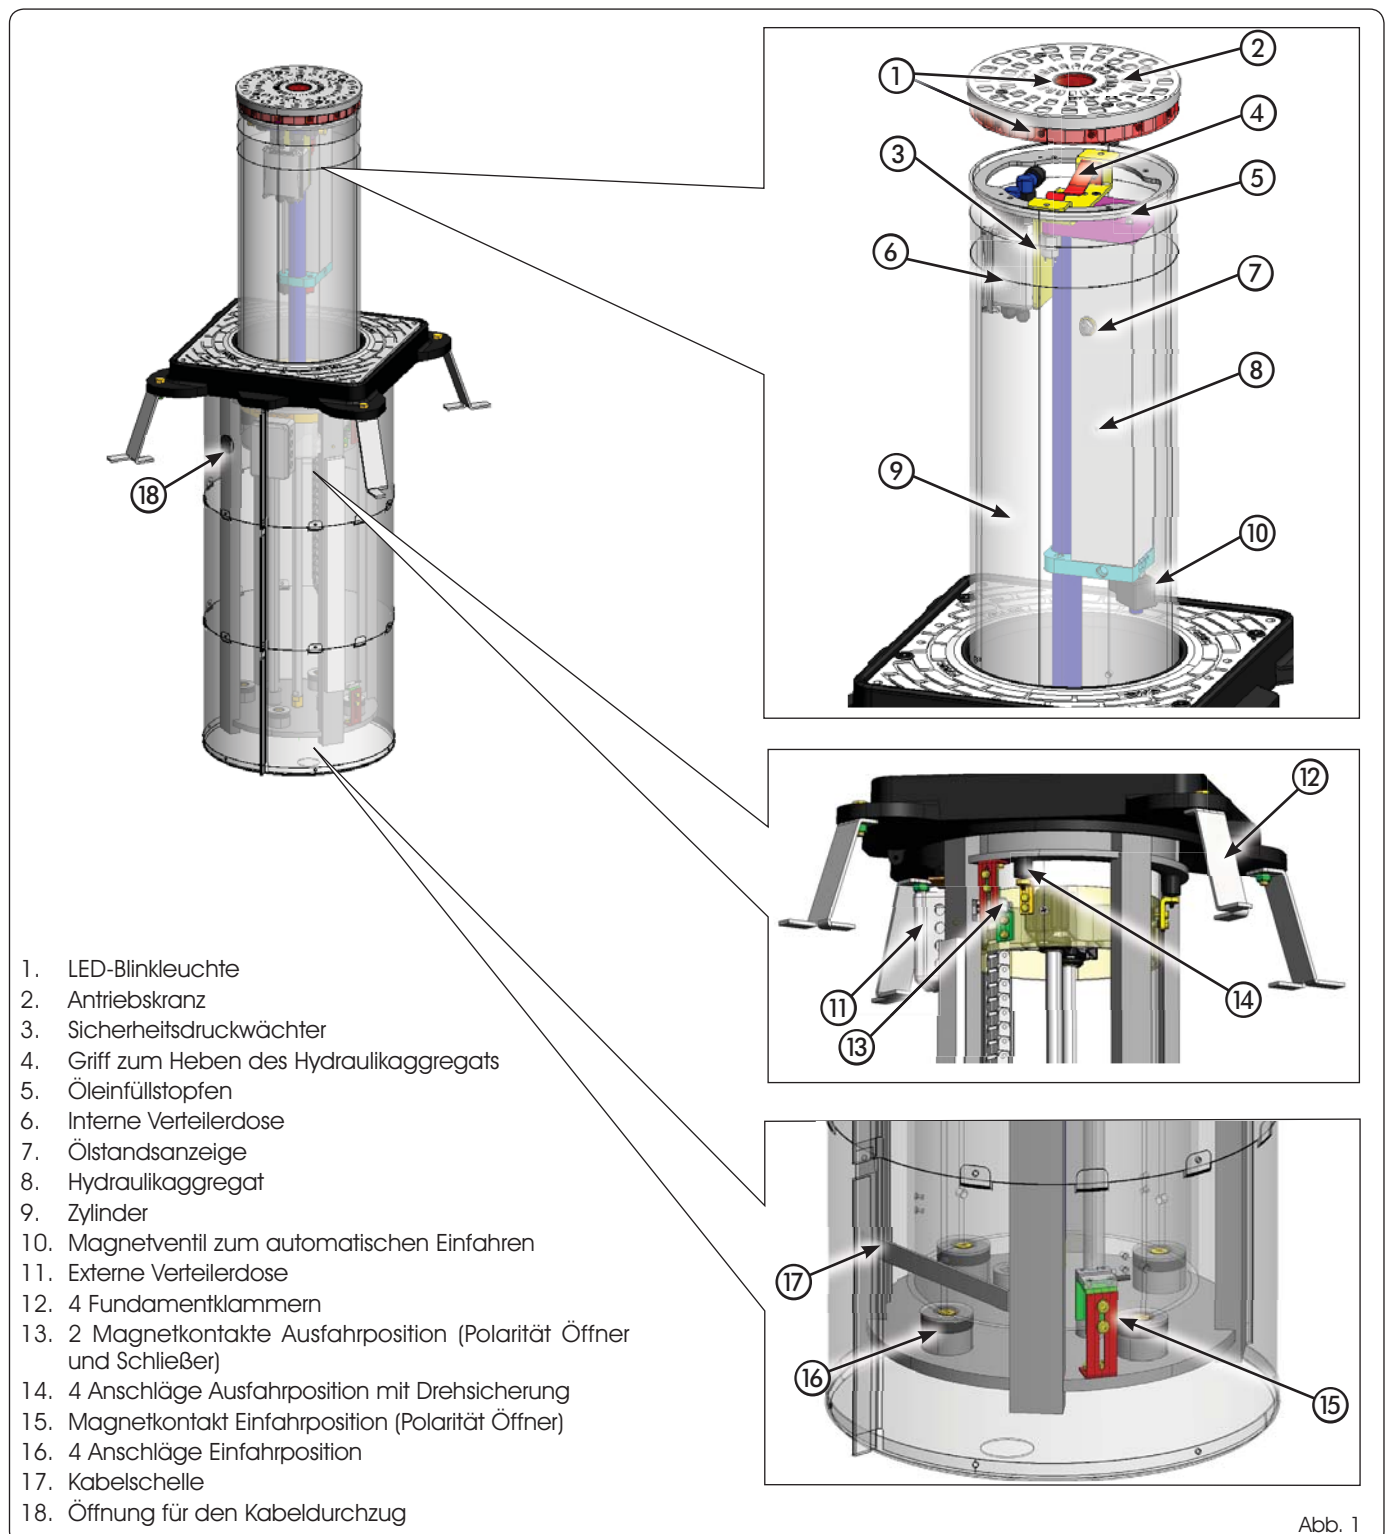

Abb. 1
(1) Die Werte beziehen sich auf das Einfahren bei eingeschaltetem Magnetventil. Wird dieses ausgeschaltet (siehe Abschn. 10.2) betragen die Werte 2,5 Sek. (H600) bzw. 3 Sek. (H800)
(2) Den Ölstand mittels der Ölstandsanzeige am Hydraulikaggregat (Bez. ⑦, Abb. 1) prüfen, wobei der Kolbenschaft ganz eingefahren sein muss.
(3) Der Anlaufkondensator (16µF – 400 V) ist in der Verteilerdose am Hydraulikaggregat anschlussfertig verdrahtet.
(4) zertifiziert von der dritten Stelle
Bei Stromausfall bzw. Unterbrechung der Netzstromversorgung wird der Poller in der Regel dank des Magnetventils am Hydraulikaggregat (siehe Abb. 1, Bez. ⑧) automatisch eingefahren.